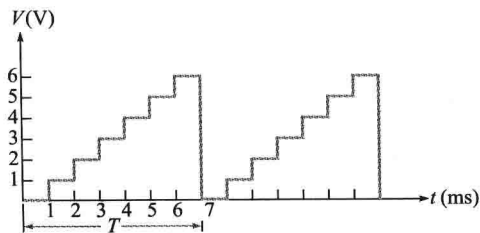

图 8-84
50. 图 8-84 所示的非正弦波形称为阶梯波, 求该波形的平均值。